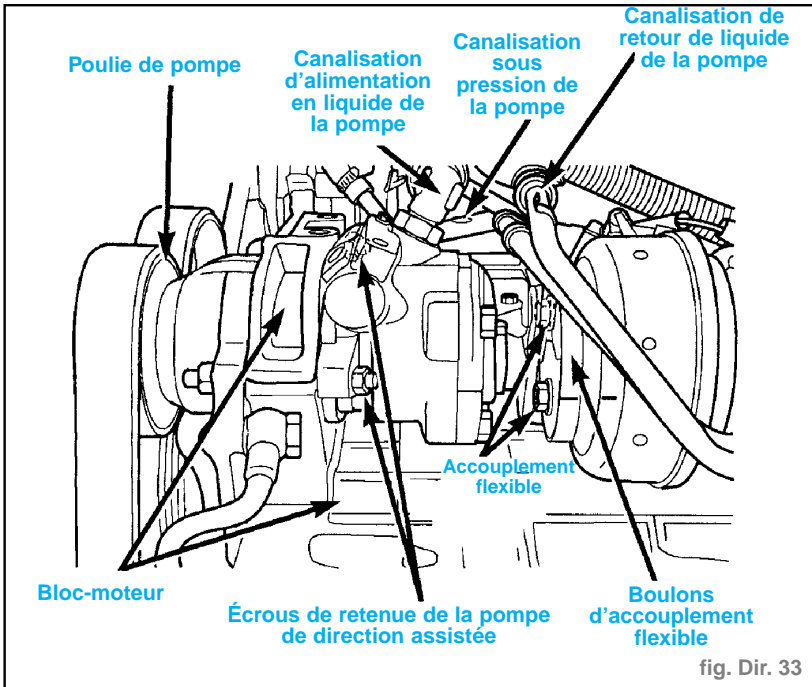

fig. Dir. 33
- Déposer le durit d'alimentation en liquide de direction assistée de la pompe. (fig. Dir. 33)